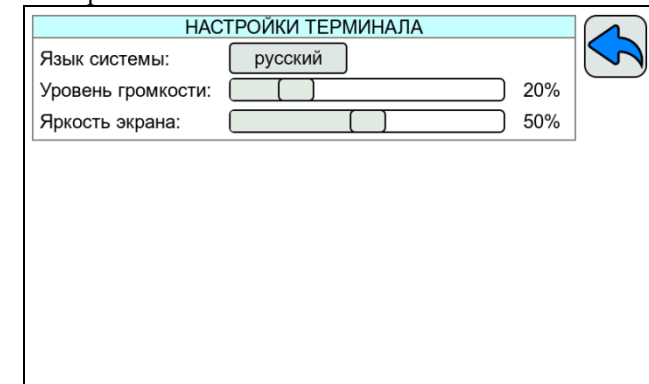

Рисунок 3.3
3.3.3.1 На экране настроек терминала (рисунок 3.3) можно выбрать язык текстовых сообщений (русский, английский), можно установить громкость и отрегулировать яркость экрана.